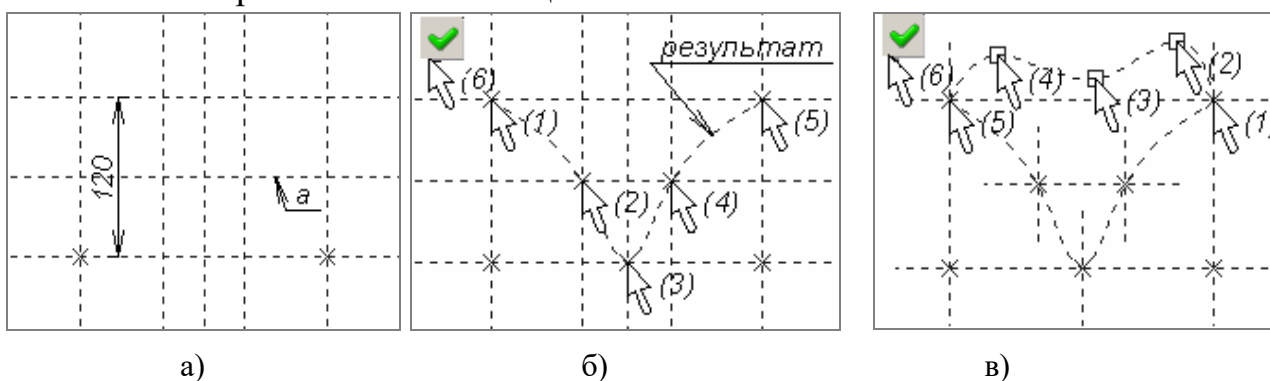

Рисунок 15 – Порядок построения сплайнов
2.4.4 Постройте прямую, отстоящую от горизонтальной прямой на 120 мм. Постройте прямую «а» (рисунок 15а), проходящую по середине между ними (порядок построения аналогичен рассмотренному в пункте 2.4.2).
2.4.5 Постройте сплайн по узлам чертежа. Порядок построения: вызвать команду  («Построения|Сплайн»). Последовательно указать на узлы (1)-(5) (рисунок 15б) в изначально установленном режиме связанного рисования . Закончить построение сплайна опцией .
2.4.6 Постройте сплайн по произвольным точкам (свободным узлам). Порядок построения: вызвать команду  («Построения|Сплайн»). Установить режим свободного рисования . Выбрать узел чертежа (1) (рисунок 15в), затем произвольные точки (2), (3) и (4), затем узел чертежа (5). Закончить построение сплайна опцией .